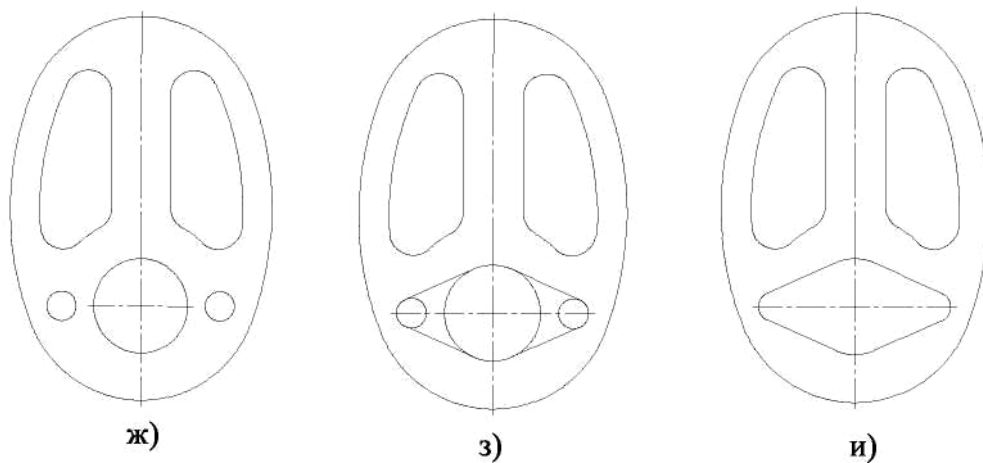

Рис. 2.12. Последовательность выполнения лабораторной работы
2. Изобразить осевые линии (рис.2.12 а).
б) щелкнуть по пиктограмме **Отрезок**, задать стиль линии **Осевая**, а затем изобразить осевые линии (рис. 2.12 а). При формировании изображений осевых линий использовать расширенную команду  - **Параллельный отрезок** -
3. Изобразить заданные окружности (рис. 2.12 а). Для точного указания точек использовать объектную привязку **Пересечение**. Для этого щелкнуть на кнопке  - **Установка глобальных привязок** и в открывшемся окне установить опцию **Пересечение**.
4. Построить окружности, касательные к заданным окружностям (рис. 2.12 б).
5. Удалить ненужные части окружностей. Использовать команду  - **Усечь кривую** панели **Редактирования** (рис. 2.12 в).
6. Построить дугу окружности **m** на заданном удалении от внешнего контура и прямую **n**, параллельную вертикальной оси симметрии (рис. 2.12 г). Использовать команду  - **Эквидистанта кривой** панели **Геометрия**.
7. Построить сопряжения между прямой **n** и дугой окружности **m**. Для построения сопряжений использовать команду  - **Скругление** (рис. 2.12 д, ж).
8. Построить окружности и касательные к ним. Для построения касательных использовать опцию  - **Отрезок, касательный к двум кривым** (рис. 2.12 з, и).
9. Удалить ненужные части окружности с использованием команды  - **Усечь кривую** (рис. 2.12 к).
10. Установить точность размерных надписей - число знаков после запятой 0 (рис. 2.12). Выполнить изображения размеров.